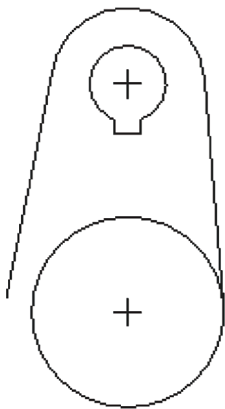

图 4-65 打开模型文件
STEP 01 单击快速访问工具栏中的“打开”按钮, 打开模型文件, 如图 4-65 所示。